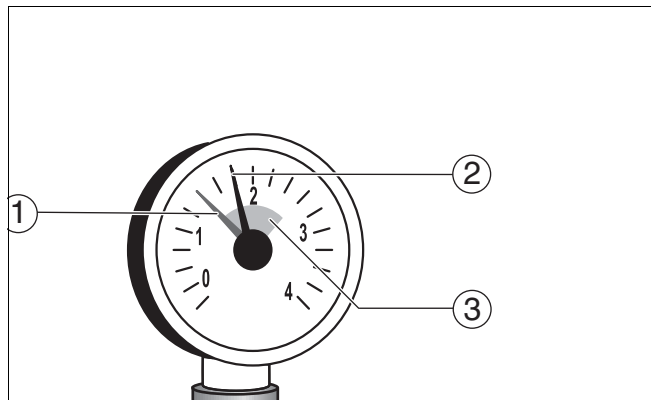

Рис. 6 Манометр для закрытых установок
В закрытых установках стрелка манометра (Рис. 6, **поз. 2**) должна находиться в зеленой зоне (Рис. 6, **поз. 3**).
Красная стрелка манометра (Рис. 6, **поз. 1**) должна быть установлена на требуемое давление. Требуемое давление устанавливает наладчик.
- Проверьте, находится ли стрелка манометра (Рис. 6, **поз. 2**) в зеленой зоне (Рис. 6, **поз. 3**).
Если стрелка (Рис. 6, **поз. 2**) не доходит до зеленой зоны (Рис. 6, **поз. 3**), то давление воды слишком низкое. Необходимо восполнить потерю котловой воды, долив подпиточную воду. Для заполнения отопительной установки используйте только необработанную водопроводную воду.
- Заполняйте установку подпиточной водой через кран для заполнения и слива до тех пор, пока стрелка манометра (Рис. 6, **поз. 2**) не перейдет в зеленую зону (Рис. 6, **поз. 3**).